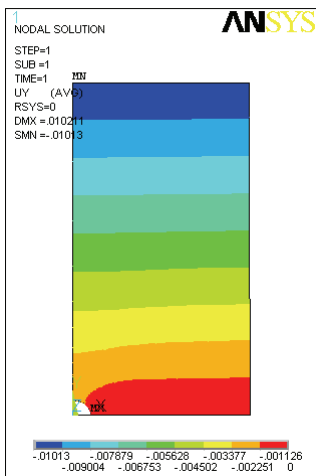

图 7-12 Y 方向位移等值线图
1) 选择 Main Menu | General Postproc | Plot Results | Contour Plot | Nodal Solu 命令, 出现 Contour Nodal Solution Data 对话框, 选择 Nodal Solution | DOF Solution | Y-Component of displacement, 单击 OK 按钮, ANSYS 窗口将显示如图 7-12 所示的 Y 方向位移等值线图。